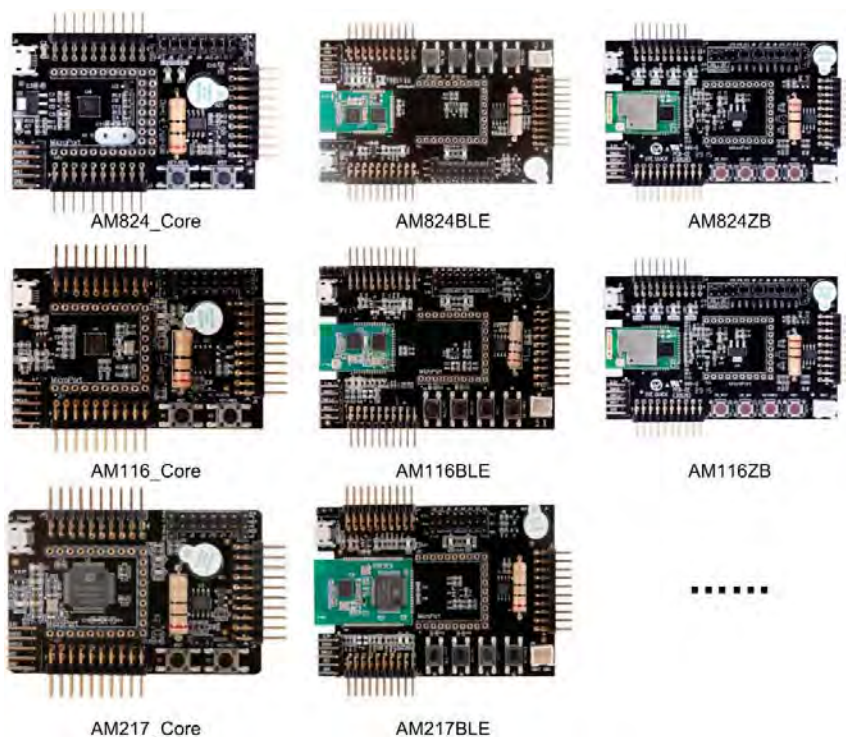
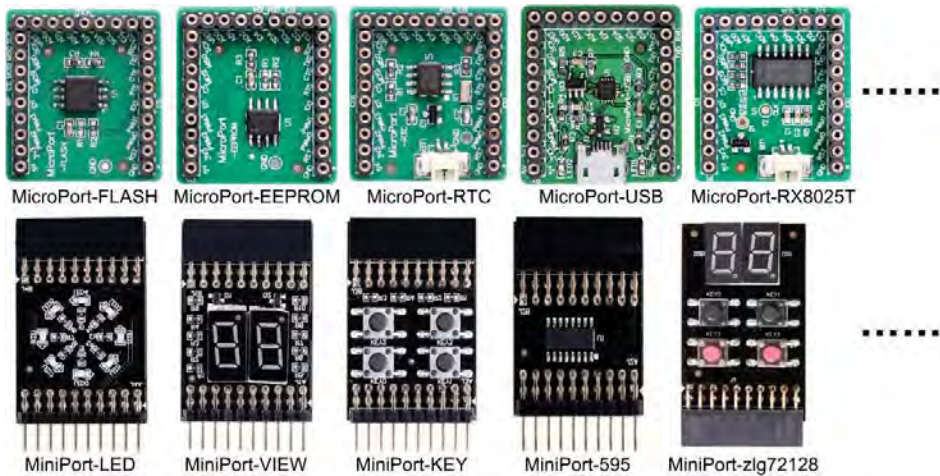

图 4.3 支持丰富的硬件平台（MCU 主板）
图 4.4 支持丰富的硬件平台（扩展板）
- 丰富的硬件平台，各类 MCU 主板详见图 4.3，扩展板详见图 4.4。